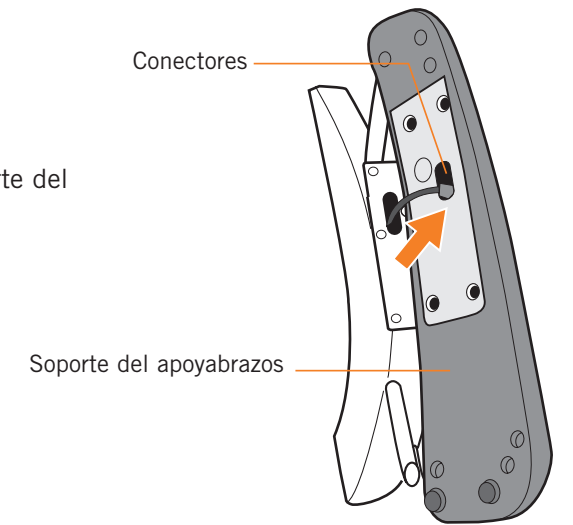

Fig.7
3. Empuje los conectores y el cable en el interior del soporte del apoyabrazos (Fig.7).